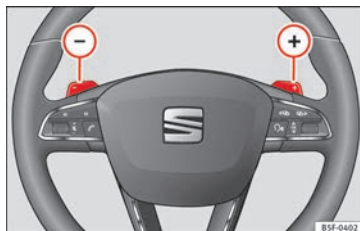

Fig. 193 Volante: palancas para cambio automático.
- Pulse la leva de cambio **(+)** para insertar una marcha superior **»» fig. 193.**